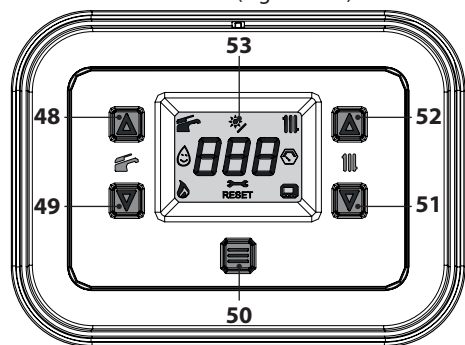
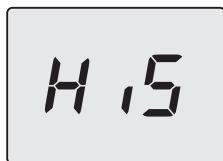
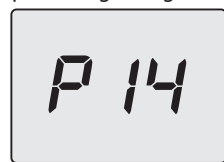
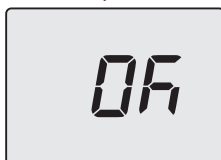

Figura 5.55
Figura 5.56
Figura 5.59
Figura 5.61
- Entrare in "modalità programmazione" premendo contemporaneamente per 5 secondi i tasti 49 e 51 (Figura 5.55) fino a far apparire sul display LCD le lettere **HIS** che indicano il menu "Storico delle caldaie" (Figura 5.56).
- Premere per 1 sec. il tasto 50 (Figura 5.55) per entrare nel parametro selezionato. Il display visualizzerà quanto segue (Figura 5.59).
- Premendo il tasto 50 (Figura 5.55) si ottiene la conferma del valore inserito. Il display visualizzerà per 5 sec. quanto segue (Figura 5.61) poi, si porterà al livello superiore.
- Premendo contemporaneamente i tasti 49 e 51 (Figura 5.55) si esce senza modificare il valore (ritorno al livello precedente).
- tenere premuti contemporaneamente i tasti 49 e 51 per 5 sec. (Figura 5.55) (ritorno al livello precedente).
Comunque se la temperatura ambiente non dovesse essere confortevole si può aumentare o diminuire la temperatura di mandata dell'impianto riscaldamento di $\pm 15^\circ\text{C}$ agendo sui tasti 51 (diminuzione) e 52 (aumento) (Figura 5.55).